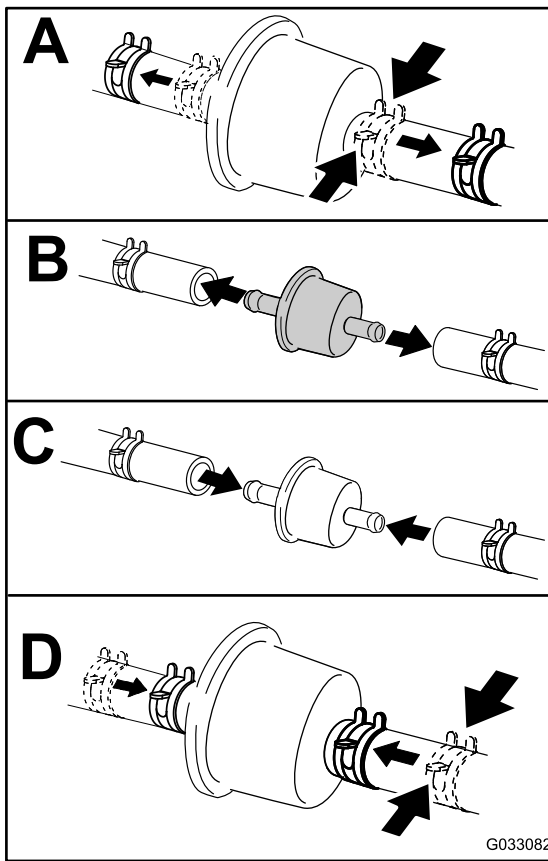

図 52
5. 燃料フィルタを交換する 図 52。
5. バッテリー端子からプラスケーブル赤を外す 図 52。